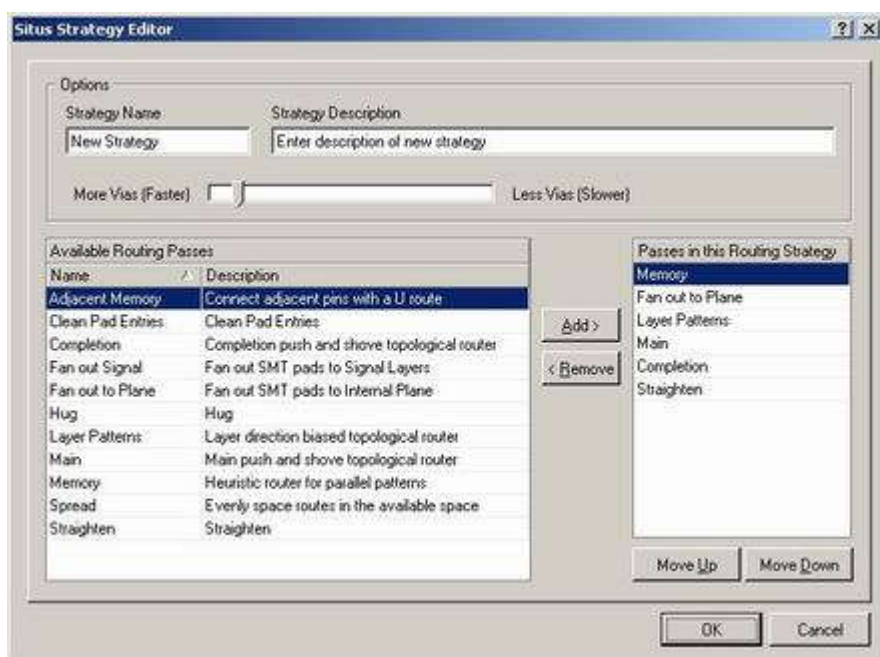

Рисунок 62 – Определение стратегии трассировки.
3. Нажмем кнопку Add. Откроется окно Situs Strategy Editor (рисунок 62).